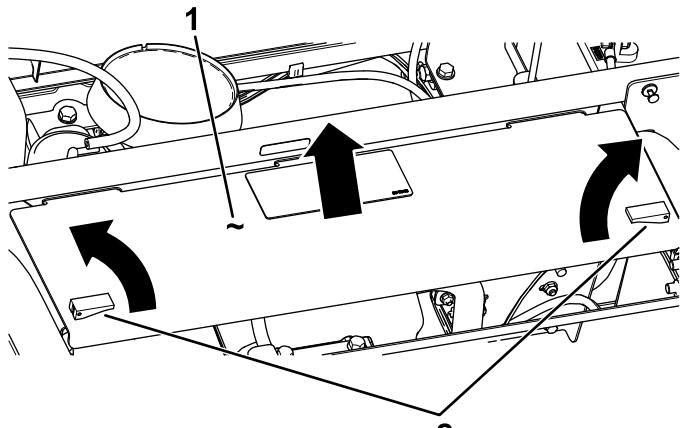

Figure 7
3. Relevez les leviers du panneau de couvercle et déposez le panneau de couvercle pour accéder à l'ouverture prévue pour l'alarme dans le panneau du cadre arrière (Figure 7).